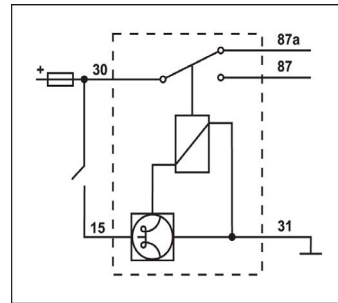

рис.1
2.1 Подключить реле по схеме (рис.1).